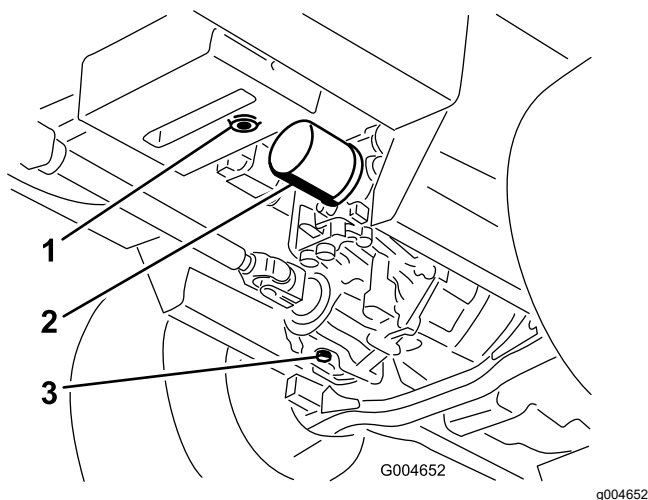

Figure 59
3. Placez un grand bac de vidange sous le réservoir hydraulique et le carter de transmission, et enlevez les bouchons pour vidanger tout le liquide hydraulique (Figure 59).
4. Nettoyez la surface autour du filtre à huile hydraulique et retirez le filtre (Figure 59).